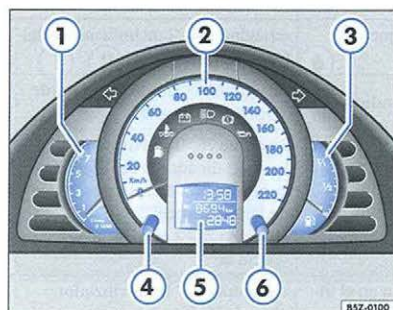

Fig. 29 Detalles en el cuadro de instrumentos: disposición de los controles
El inicio del margen rojo en la escala de rotaciones ⇒ fig. 29 ① indica el régimen máximo de rotaciones de un motor ablandado y a la temperatura normal de trabajo. Antes de alcanzar este margen, recomendamos que engrane la marcha inmediatamente superior, o incluso que se retire el pie del pedal del acelerador.
Cuando la aguja del indicador entra en el margen rojo de reserva ⇒ página 48, fig. 29 ③, la
Al presionar el botón del cuadro ⇒ página 48, fig. 29 ④, con las luces encendidas y encendido conectado, es posible regular, en tres diferentes niveles, la intensidad de la iluminación del cuadro de instrumentos y de los mandos de la consola central.
El hodómetro parcial retorna a cero cuando se presiona el respectivo botón ⇒ página 48, fig. 29 ⑤, por más de dos segundos. El hodómetro será colocado en cero, también, cuando la batería es desconectada o cuando se alcanza la distancia de 1999 km ⇒ .
Con el encendido conectado, seleccione la función reloj, presionando el botón ⇒ página 48, fig. 29 ⑥ durante dos segundos. Con esta función activada, aparecerá el símbolo de un reloj al lado de las horas.
Para ajustar las horas, con el encendido conectado y sin las informaciones de radio en el display, gire el botón página 48, fig. 29 brevemente en sentido antihorario. Para ajustar los minutos, gire el botón en el sentido horario.